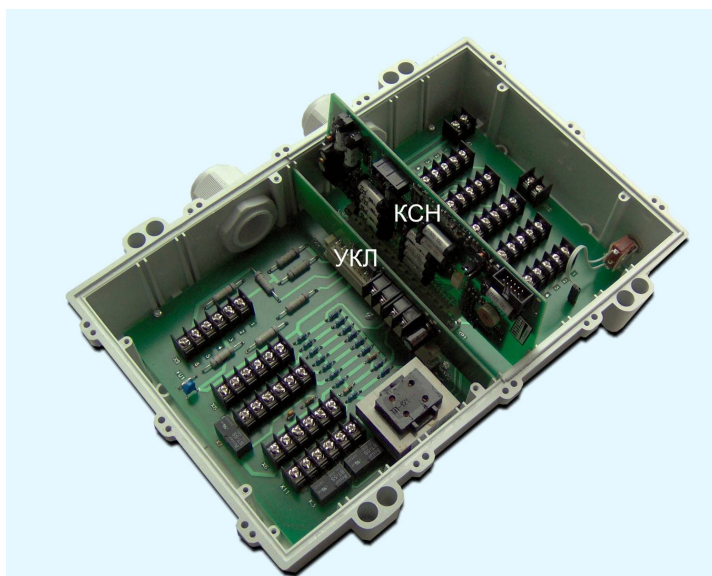

Рисунок 14 - Установка платы УКЛ
1) Установить на коммутационную плату блока БДК-Л-4М2-УКЛ, БДК-Л-3М2-УКЛ контроллер КСН и плату УКЛ (рисунок 14).